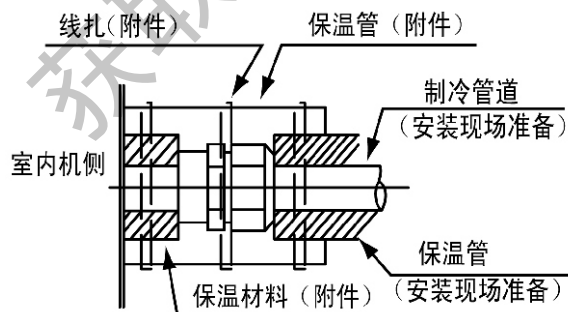
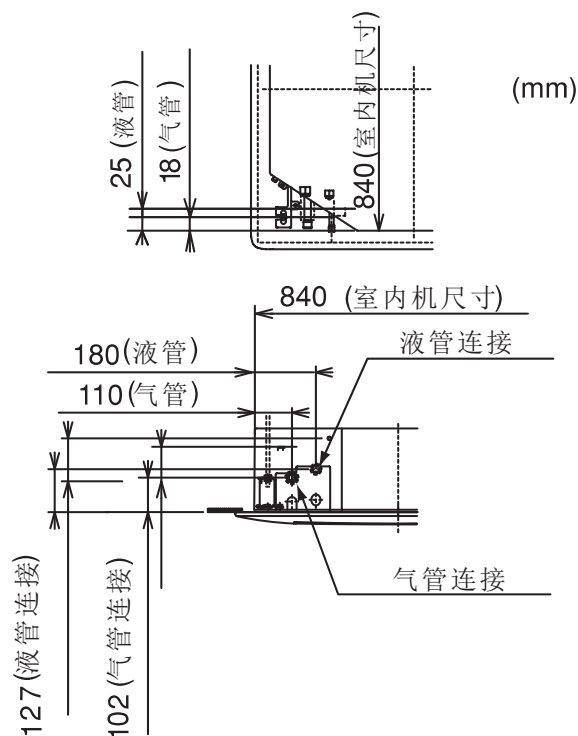

图8.2 管的保温
图8.1 管连接的位置
- (1) 确认截止阀已关闭。
- (2) 现场筹备管道。
- (3) 对于配管连接，用扳手拧紧纳子帽，所用力矩见表8.2。
- (4) 室内机管的连接位置见图8.1；
- (5) 室外机配管直接与截止阀进行连接。
- (6) 连接完制冷剂管后，用工厂提供的保温管将制冷管道保温。见图8.2。